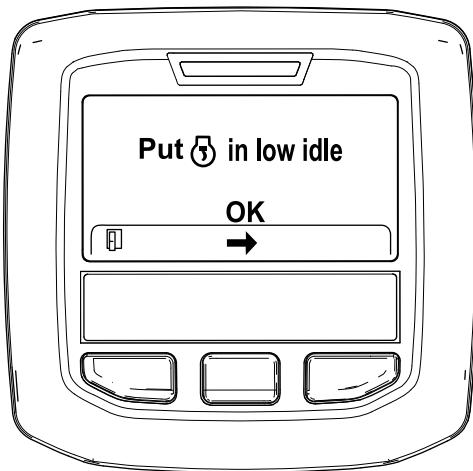

Figura 45
6. Mova o controlo da aceleração para RALENTI BAIXO e prima o botão central (Figura 45).